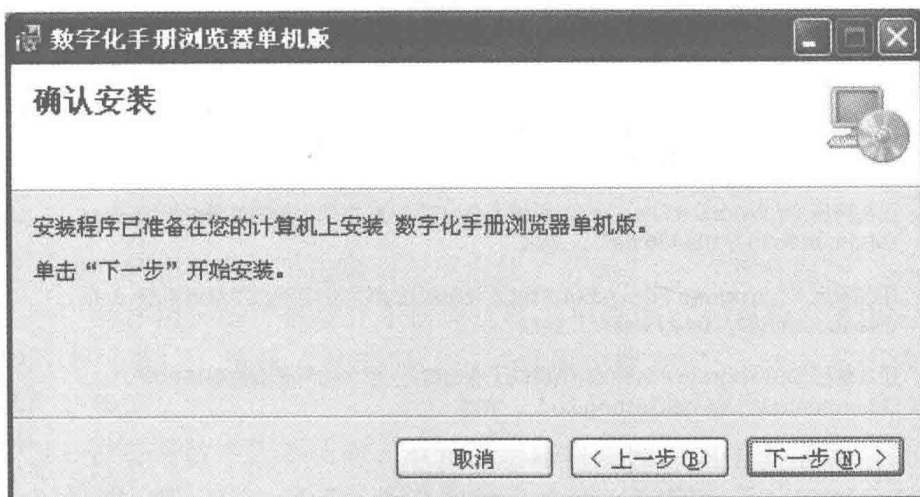

图 1-7 “确认安装”窗口
6) 在图 1-7 所示的“确认安装”窗口中, 用户可单击“上一步”按钮, 返回上一步重新调整安装文件夹, 或单击“下一步”按钮开始安装。